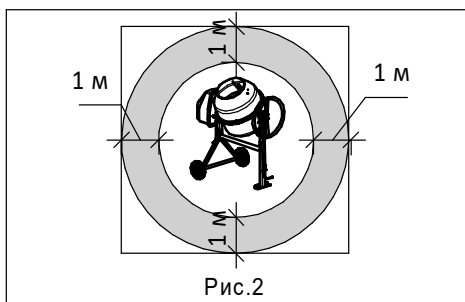

Рис.2
5.3 При установке бетоносмесителя на строительной площадке необходимо выдерживать минимальные расстояния рабочей площадки, обеспечивающие безопасную и производительную работу (рис.2). Категорически запрещается загромождать рабочую площадку.